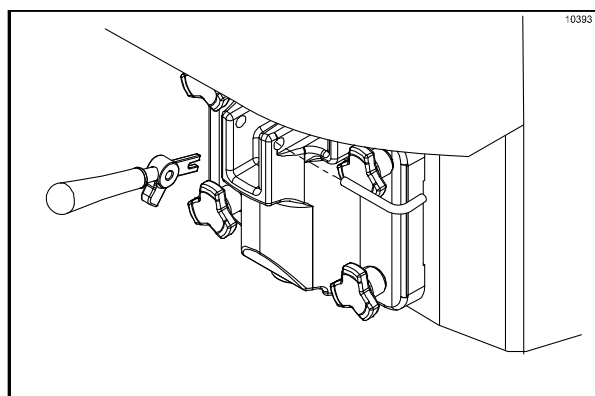

Рисунок 139
11. Установите ручку раздачи. Наденьте соединитель с вилочными контактами ручки раздачи в паз раздаточного клапана. Закрепите его шарнирным пальцем. (См. рис. 139)